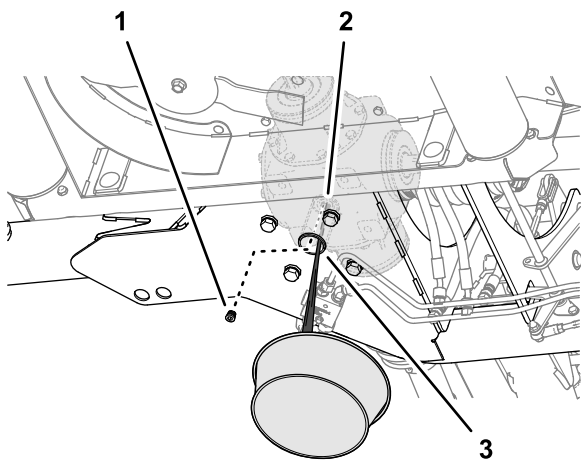

Bild 60
1. Platzieren Sie eine Auffangwanne unter der Wartungsöffnung an der unteren Rahmenplatte des Mähers (Bild 60).
2. Entfernen Sie die Ablassschraube aus der Ablassöffnung des mittleren Getriebes und lassen Sie das Getriebeöl vollständig ablaufen (Bild 60).